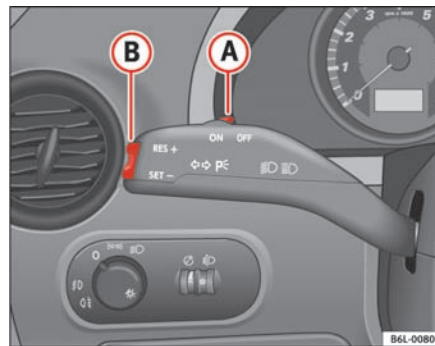

Fig. 104 Blink- og fjernlysarm: kontakt og vippeknap til fartpilot
- Tryk et kort øjeblik på den nederste del **SET** af vippeknappen ⇒ fig. 104 **B**, når du har nået den ønskede hastighed.